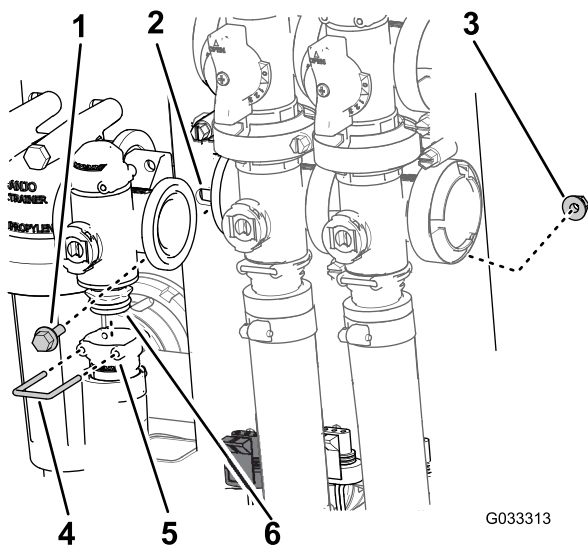

Figura 68
2. Îndepărtați opritorul care fixează fittingul de ieșire la colectorul pentru supapa de control al ratei (Figura 68).
3. Îndepărtați cele 2 uruburi cu guler și cele 2 contrapiulii cu guler care fixează supapa de control al ratei la elementul de montare a supapei și îndepărtați colectorul supapei de la mână (Figura 68).